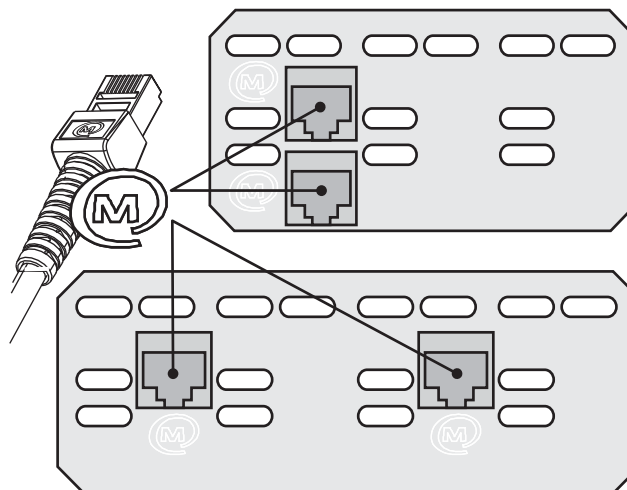

Abbildung 6: MasterBusAnschlüsse Switch Input 3, 4
4. Stecken Sie die MasterBus-Kabel an der Rückseite des Gerätes ein, so wie in Abbildung 6 dargestellt.